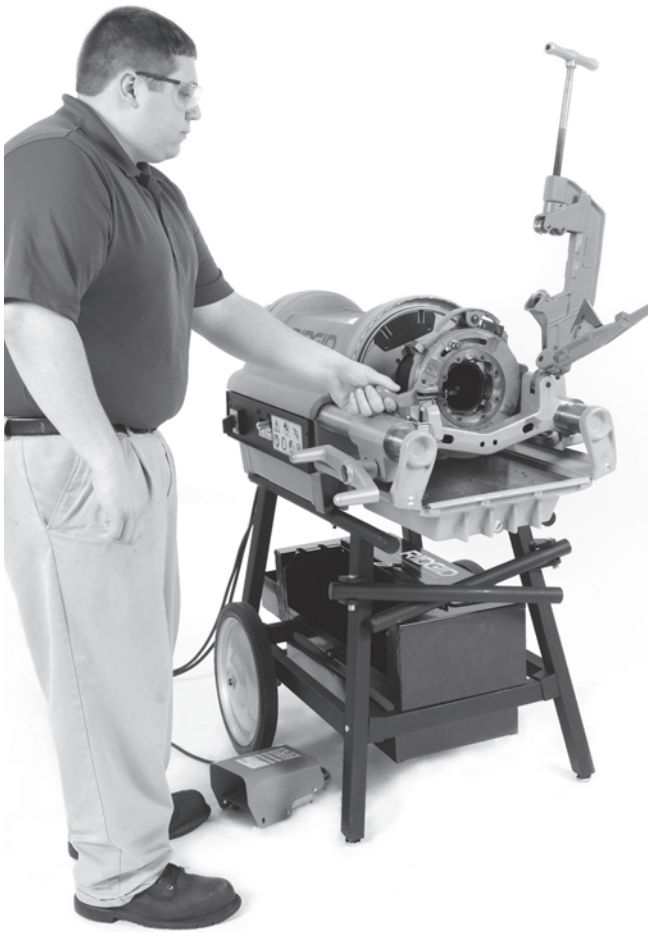

Figure 18 – Position de travail
6. Assumez la position de travail indiquée à la *Figure 18* afin de mieux contrôler à la fois la machine et le tuyau en cours d'opération.